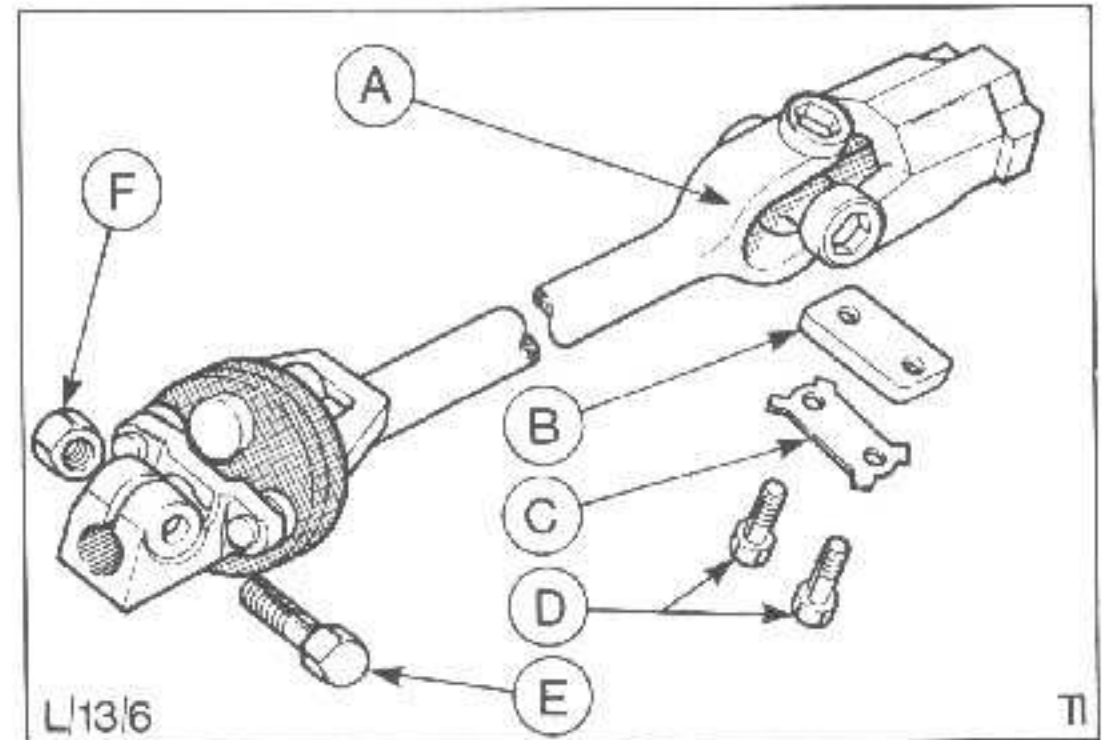

Abb.82 Verbindungsgelenkeinheit
1. Motorhaube öffnen, Kotflügelschoner auflegen und Batterie abklemmen. Sicherungsbleche der Klemmschrauben oben am Verbindungsgelenk aufbiegen, beide Klemmschrauben lösen und eine herausdrehen. Klemmplatte zur Seite drehen, Abb.82.